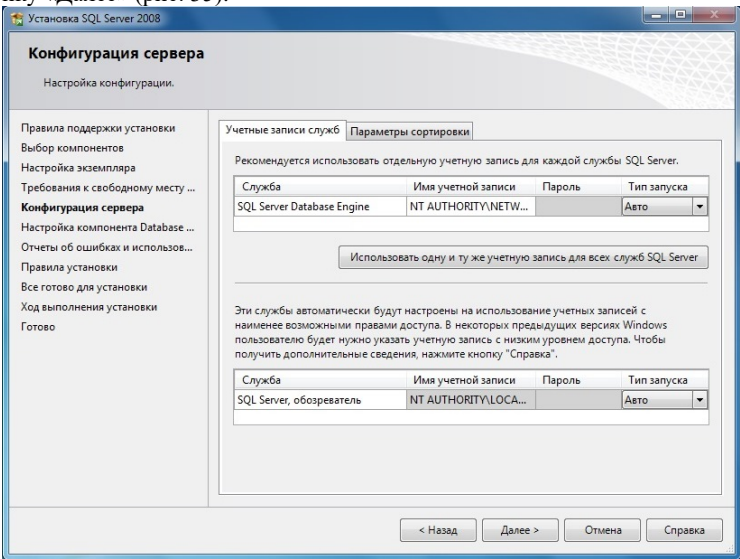

рис. 35
2.13 Выбрать опции (имя учетной записи и тип запуска), как показано на рисунке, и нажать кнопку «Далее» (рис. 35):